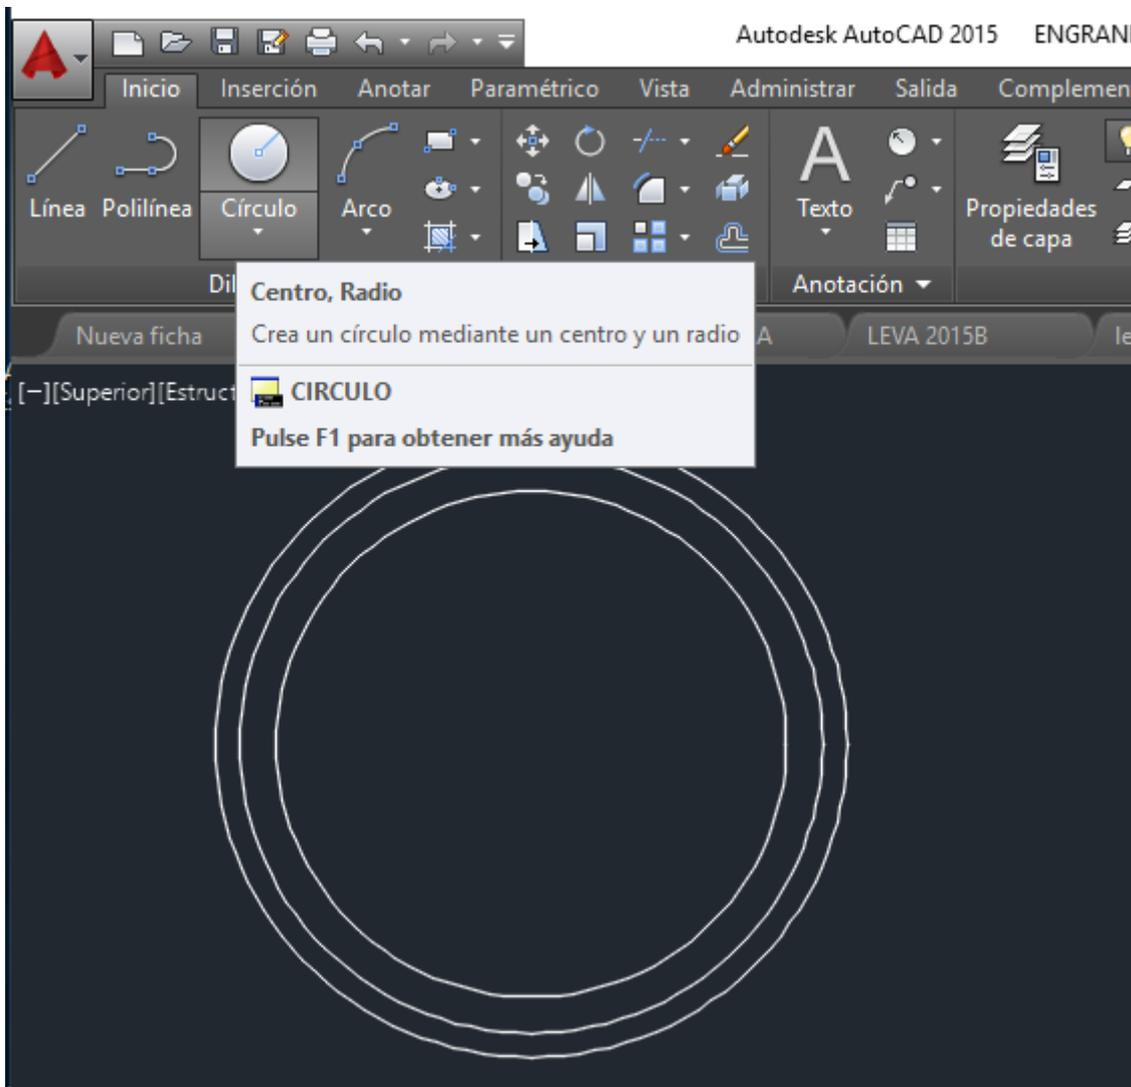

Figura 1.
2.- Del menú inicio encontrar el ícono mostrado en la figura 1. Ahora dibujar tres círculos concéntricos que representen el diámetro exterior (26 mm de radio), el diámetro de paso (24 mm de radio) y el diámetro de raíz (21 mm de radio) del engrane.